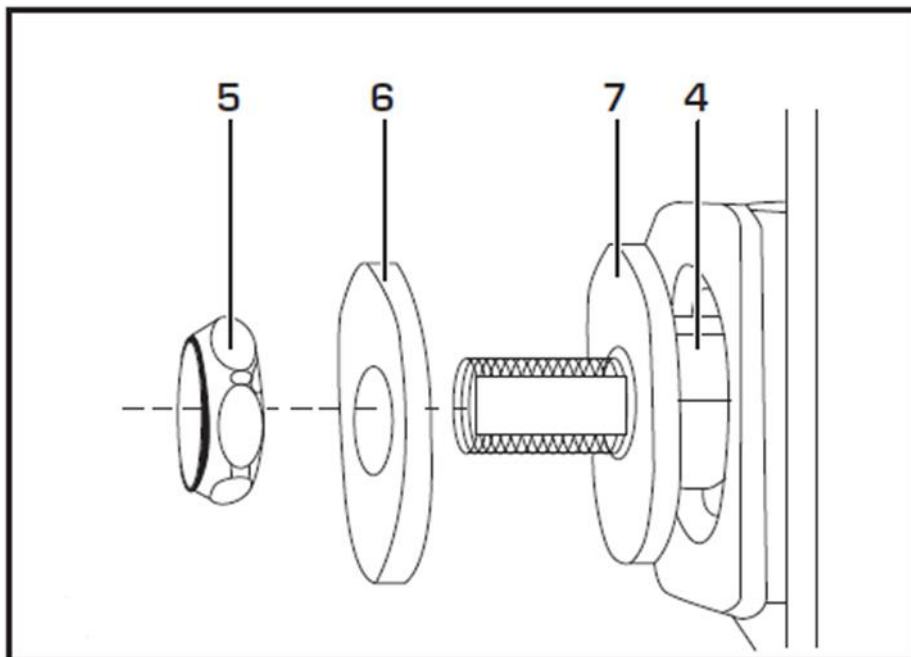

Рис. 12 Установка фланца и гайки пильного диска
2. Поднимите пильный вал (4) на максимальную высоту, вращая маховичок подъема пильного диска против часовой стрелки (см. Рис. 12).
3. Снимите гайку пильного вала (5) и внешний фланец (6) с пильного вала.
3. Установите фланец (6) и гайку пильного диска (5) на пильный диск и затяните гайку, насколько это возможно, вручную, убедившись, что пильный диск плотно прилегает к внутреннему фланцу (7) (см. Рис. 12).